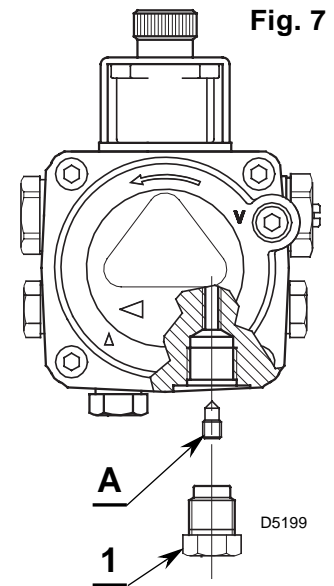

Fig. 7
- La pompe est prévue pour un fonctionnement en bitube. Pour le fonctionnement en mono-tube, il faut dévisser le bouchon de retour (1), enlever la vis de by-pass (A) et ensuite revisser le bouchon (1), (voir fig. 7).